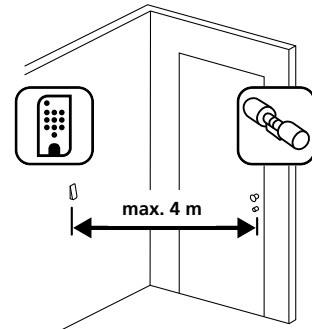

Abb. 1
① Halten Sie die Tastatur an den gewünschten Montageort (Abb. 1).